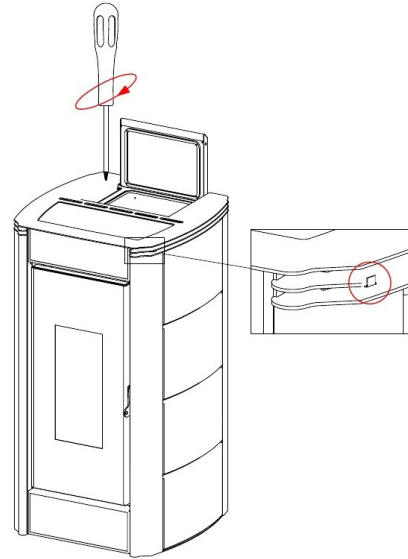

Fig. 26 - Het deksel plaatsen
- Het deksel opnieuw op de tanden plaatsen (zie Fig. 26 op pag. 20).